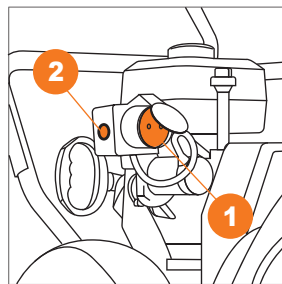

Рис. 44
- Подключите сетевой шнур удлинителя к розетке электрического стартера ❶.
- Нажмите красную кнопку запуска ❷ на корпусе электрического стартера и удерживайте ее до момента запуска двигателя, не удерживайте кнопку нажатой более 5 секунд, если двигатель не запустился, отпустите кнопку, подождите 5-10 секунд и повторите процесс запуска (Рис. 44).